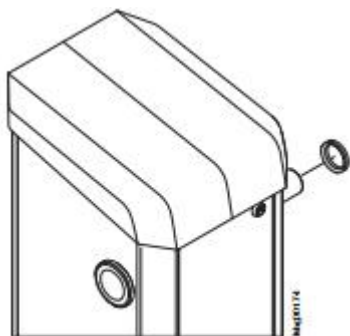

图 33: 移除主轴轴套
15. 将主轴轴套套到主轴上。密封边缘指向栏杆机机箱。→请参照 47 页, 图 33。